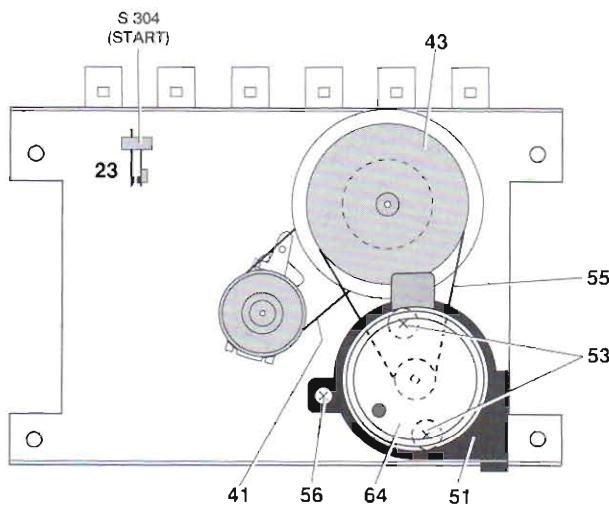

Fig. 4
### 3. Motor ausbauen (Fig. 4 und 5)
### 3. Removing the Motor (Figs. 4 and 5)
**4. Schwungscheibe ausbauen (Fig. 4 und 6)**
**4. Removing the Flywheel (Figs. 4 and 6)**